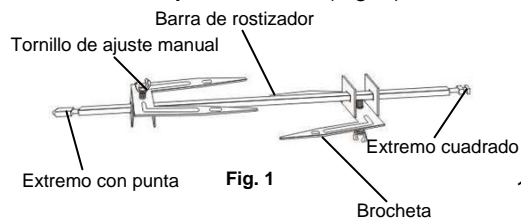

Fig. 1
1. Inserte el extremo con punta de la brocheta a través de la barra del rostizador asegurándose de que los extremos con punta miren para el mismo lado que el extremo con punta de la barra del rostizador. Deslice las brochetas hacia el extremo cuadrado de la barra del rostizador y ajústelas con el tornillo de ajuste manual. (Fig. 1)